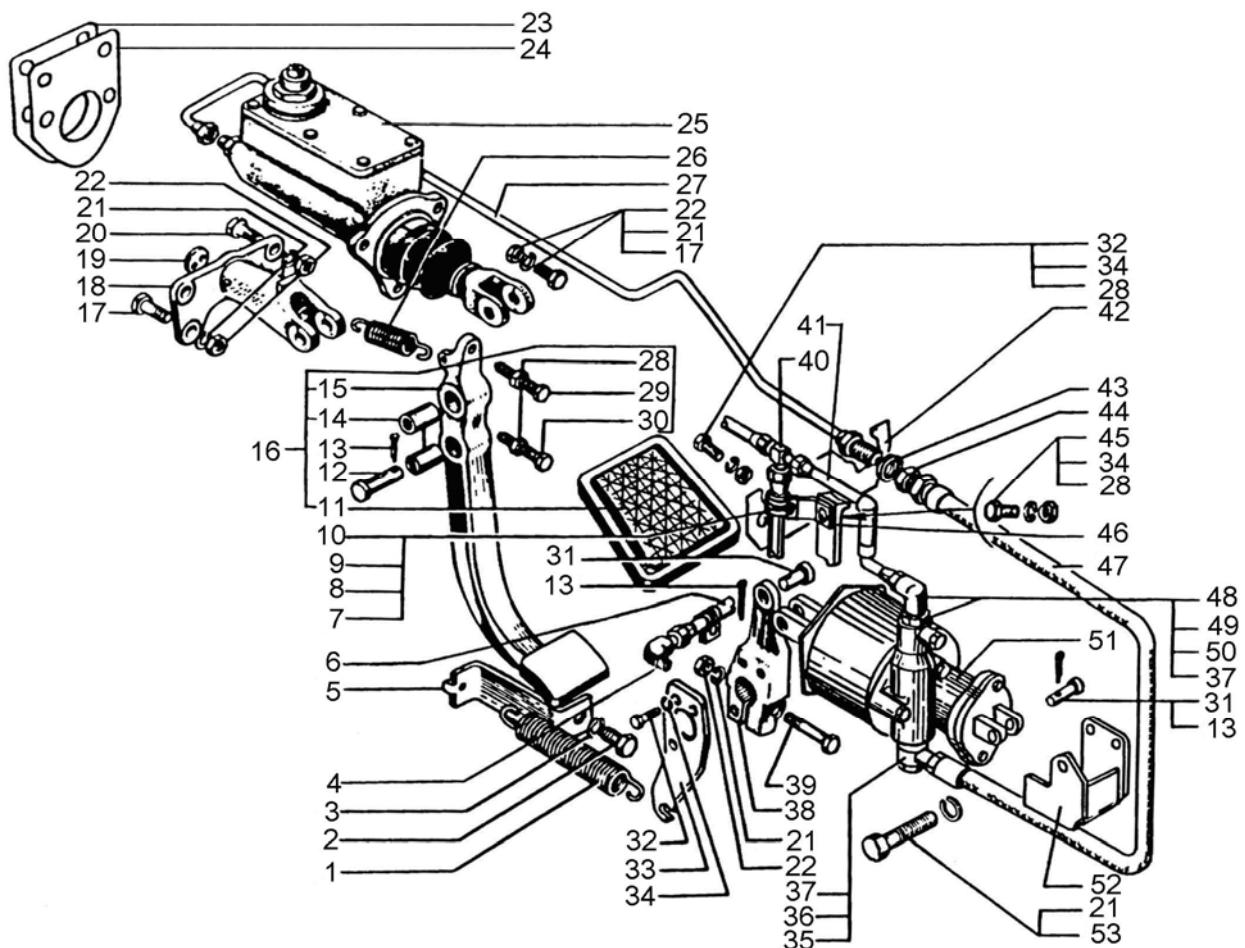

Рис. 3. Привод управления сцеплением:
Привод управления сцеплением (рис.3) состоит из подвесной педали 15, главного цилиндра 25, пневмогидроусилителя (ПГУ) 51, трубопроводов 27, 41 и шлангов 47 для подачи жидкости и сжатого воздуха к ПГУ.
- 2 Отсоединить трубку 27 (рис.3) гидропривода от главного цилиндра, расшплинтовать и вынуть палец вилки толкателя, отвернуть из кабины гайки болтов, снять главный цилиндр 25.
1. Установить главный цилиндр 25 (рис.3) на щитке передка кабины, закрепить болтами с гайками и пружинными шайбами.